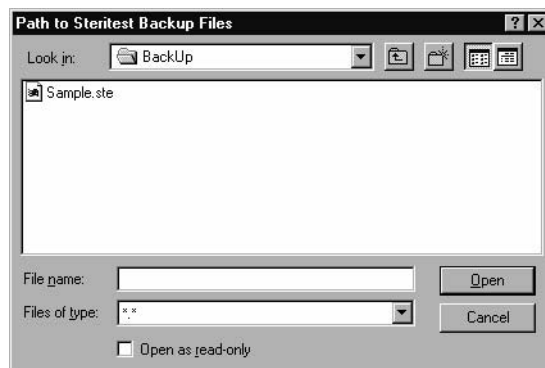

Abbildung 37: Fenster zur Auswahl des Pfads zu den Sicherungsdateien
3. Geben Sie den Pfad in das Feld **Path to Steritest Backup Files** (*Pfad zu Steritest-Sicherungsdateien*) ein oder klicken Sie auf die Schaltfläche [...], um das Suchfenster anzuzeigen und den Pfad auszuwählen (Abbildung 37).